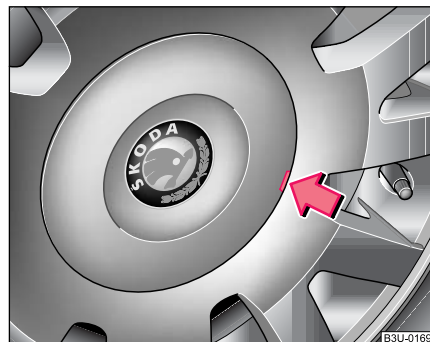

Abb. 143 Radzierkappe abziehen
- Hebeln Sie die Radzierkappe mit Hilfe des Abziehhakens vorsichtig ab ⇒ Seite 204, Abb. 143. ■